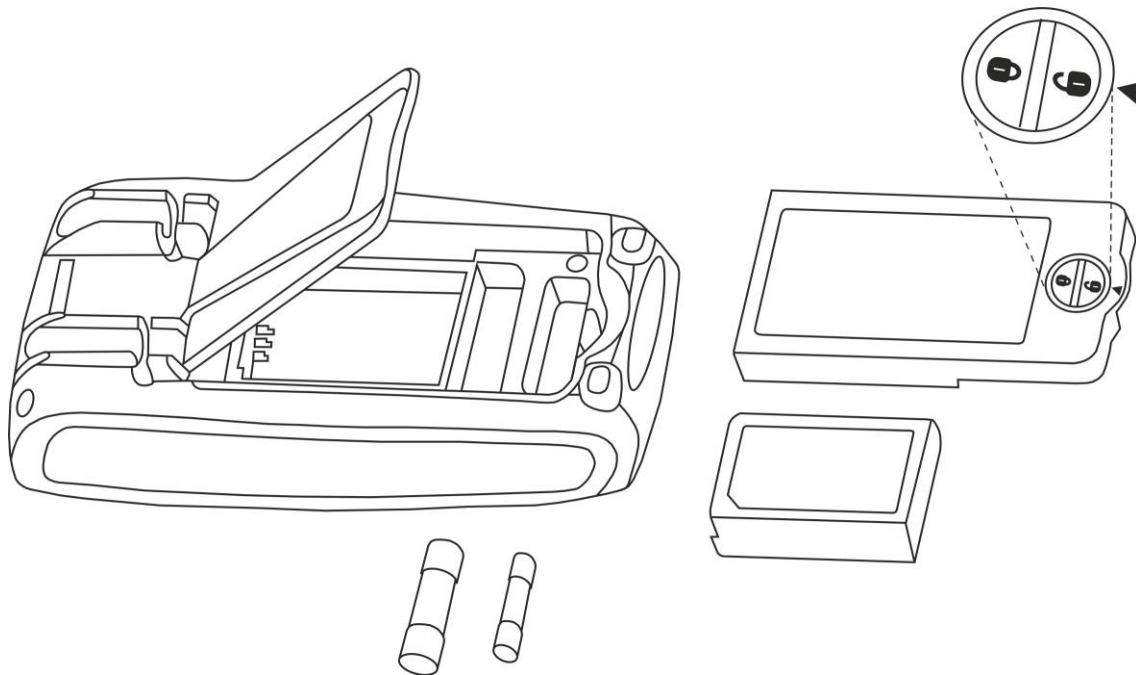

Abb. 34: Wechsel der internen Schmelzsicherungen
2. Drehen Sie die Befestigungsschraube des Batteriefachdeckels von Stellung "🔒" auf Stellung "🔓" und entfernen Sie den Deckel (siehe Abb. 34)